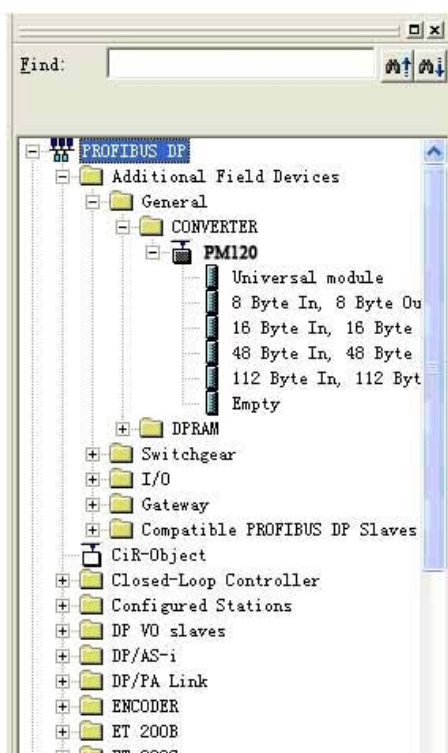

图 6
6. 您可以在这里找到您注册的设备，右侧窗口/Profibus DP/Additional Field Devices/Converter/PD100S/, 如图 6 所示